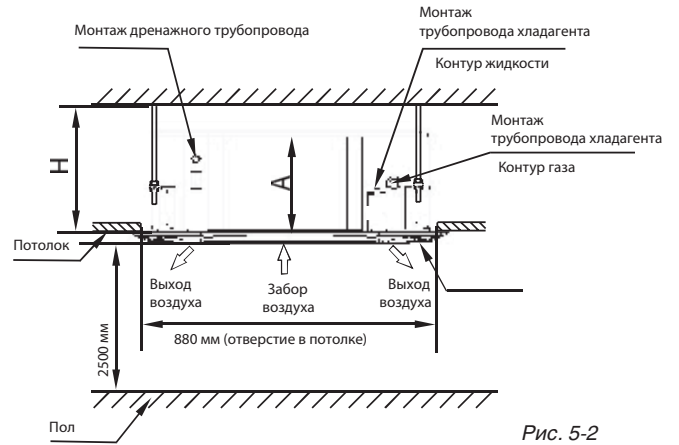

Рис. 5-2
1. По форме бумажного установочного шаблона вырежьте в потолке квадратное отверстие 880 x 880 мм. (См. рис.5-2)